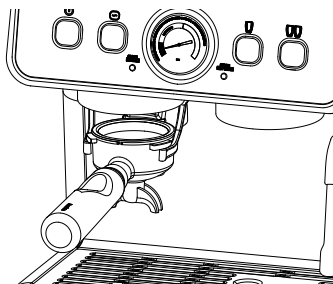

Рис. 6
3. Как показано на рис. 6, вставьте портафильтр (12) с одночашечным (13) или двухчашечным фильтром (14) в кронштейн под выходным отверстием кофемолки (5).